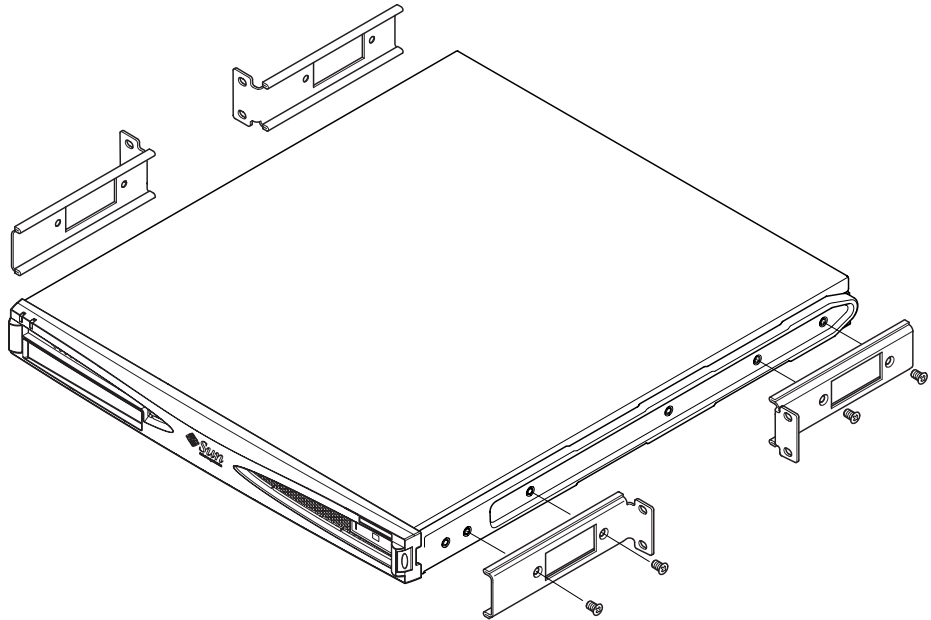

图 5-11 装配固定安装支架
2. 从服务器两侧的塑料滑板安装固定件中，取出第一、三和四个螺钉（请参见图 5-11）。
使用提供的十字埋头螺钉。请参见图 5-11，但仍不要安装后部支架。